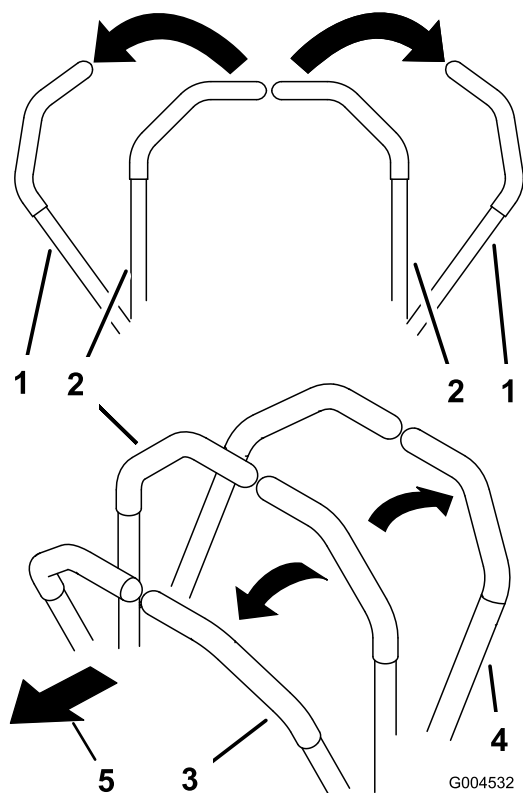

Figura 17
1. Togliete le leve di controllo del movimento (Figura 17) dalla posizione di blocco in folle.
- per fare marcia avanti spingete lentamente in avanti le leve di controllo del movimento (Figura 17).
- per fare marcia indietro tirate lentamente indietro le leve di controllo del movimento (Figura 17).
- per svoltare, rallentate tirando indietro entrambe le leve, poi spingete in avanti la leva sul lato opposto a quello da cui volete svoltare (Figura 17).